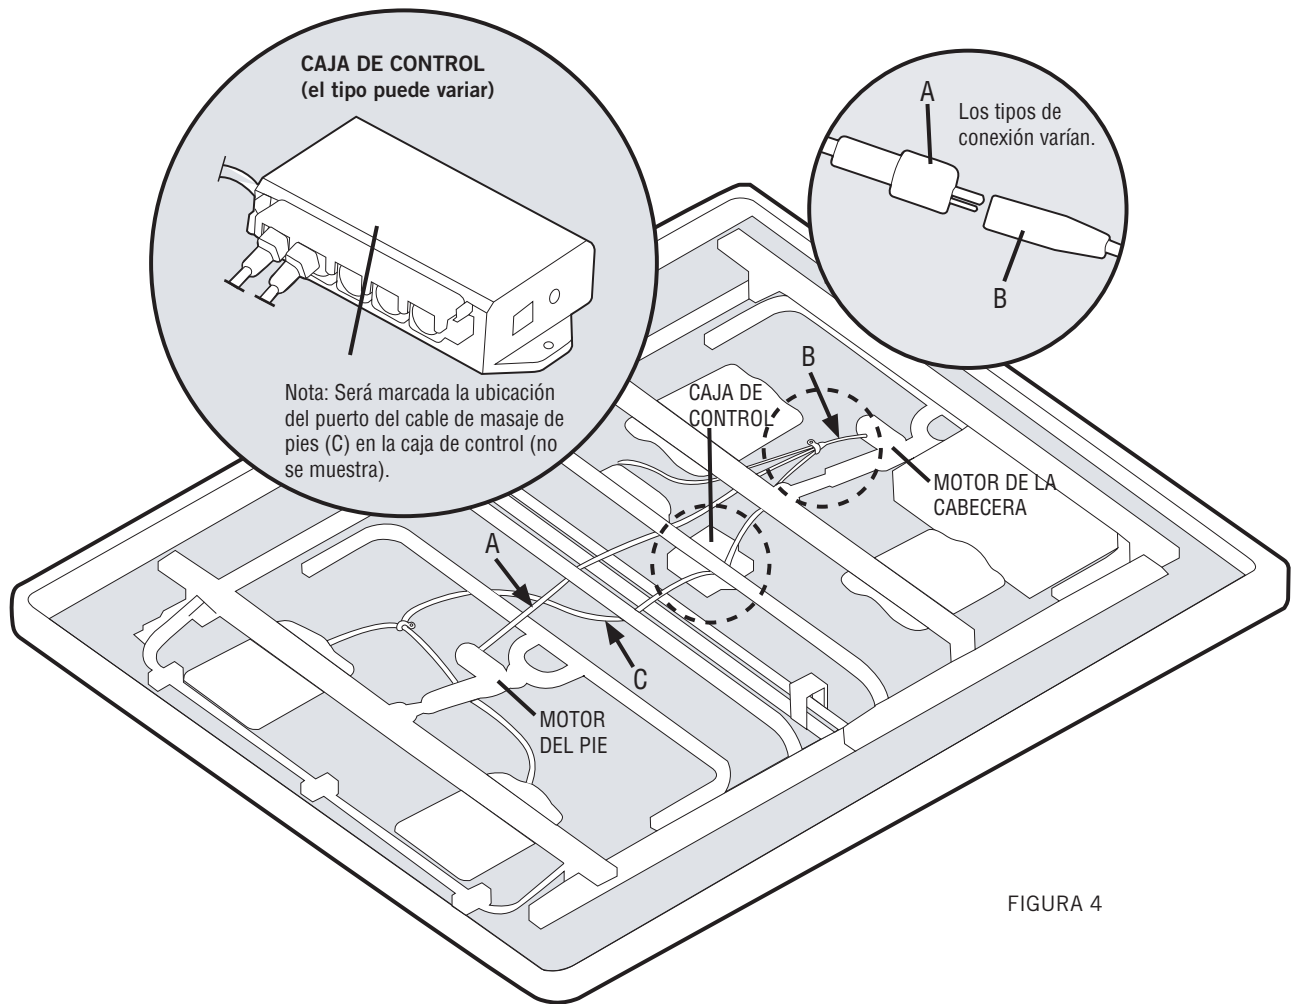

FIGURA 4
Pase el CABLE DEL MOTOR DEL PIE (A) debajo del bastidor de la base y conéctelo al CABLE DEL MOTOR DE LA CABECERA (B) (FIGURA 4).
OPCIONAL- Si está equipado con función de masaje, pase el cable de MASAJE DE PIES (C) debajo del bastidor de la base y conéctelo a la caja de control (FIGURA 4).